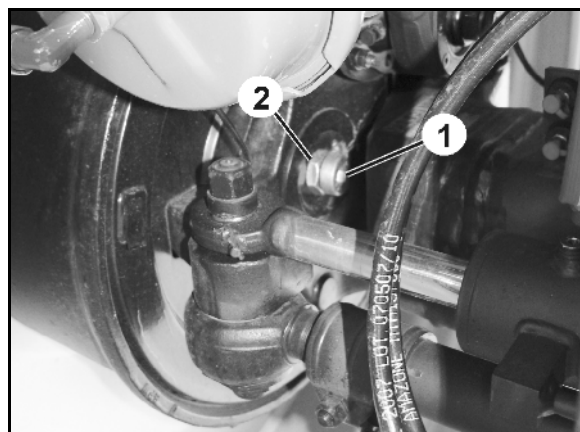

Fig. 48
2. Serrare le viti di battuta (Fig. 48/1) all'interno del tamburo del freno e assicurarle con il controdado (Fig. 48/2).